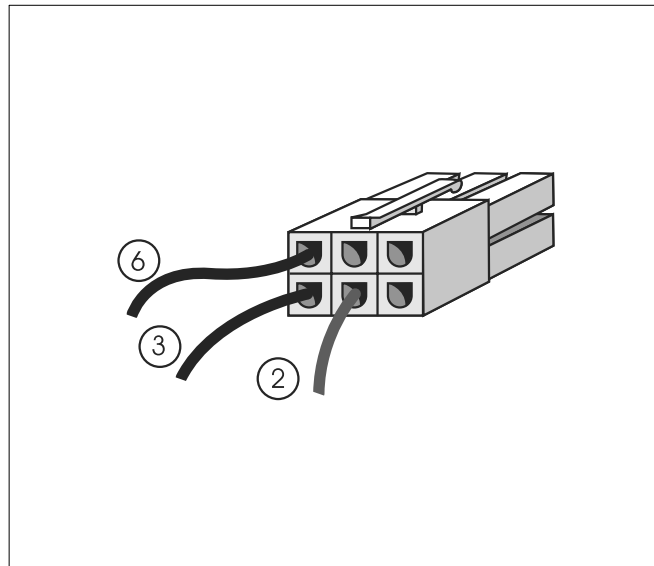

Fig. 63 Fișa ventilului cu trei căi
- Verificați dacă, în timpul necesarului de încălzire sau când nu există necesar de căldură, este disponibilă o tensiune de 24 V c.a. la contactele 2 și 3 ale acestei fișe (vezi Fig. 63, Poz. 2 și 3).
- Imediat după ce cazanul de încălzire a fost pus în funcțiune conform diagramei structurale de la paginile 18 și 19, verificați dacă în timpul codului de utilizare  este disponibilă o tensiune de 24 V c.a. la contactele 2 și 3, dar și la contactele 2 și 6 ale acestei fișe (vezi Fig. 63, Poz. 2, Poz. 3 și poz. 6).